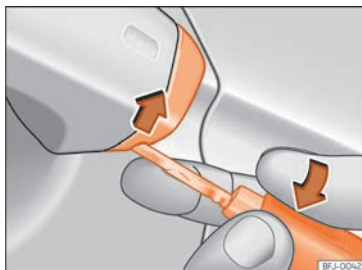

Abb. 81 Fahrertürgriff: Abdeckkappe abhebeln.
- Den Schlüsselschlitz am Fahrertürgriff in die untere Öffnung der Abdeckkappe stecken » Abb. 81 und die Abdeckkappe von unten nach oben anheben.